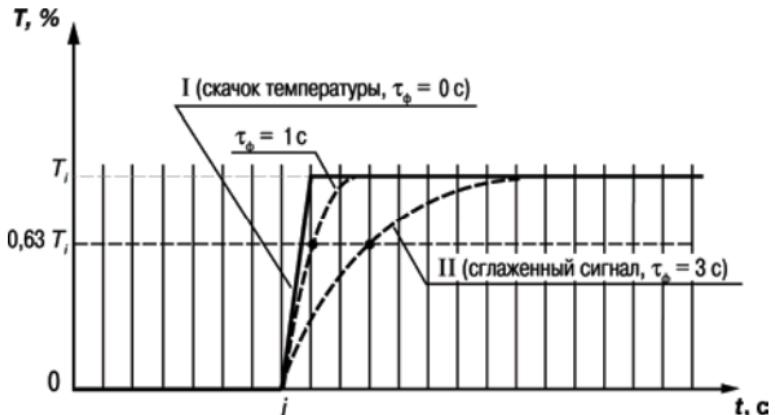

Рисунок 4
3.2.4.3 Во-вторых, фильтр устраниет шумовые составляющие сигнала, осуществляя его экспоненциальное сглаживание. Основой характеристикой экспоненциального фильтра является постоянная времени τ_ϕ – интервал, в течение которого сигнал достигает 0,63 от значения каждого измерения T_i (рисунок 4).